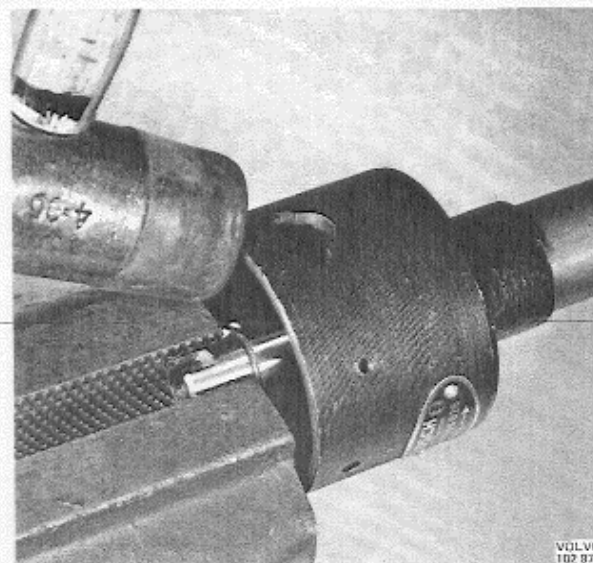

Abb. 3-40 Ausfedern des Sicherungsringes
3. Federn am Fliehkraftversteller abhängen und den Unterbrechernocken im Verhältnis zur Verteilerwelle kennzeichnen. Unterbrechernocken zwischen weichen Backen in einen Schraubstock spannen. Mit einem Schonhammer vorsichtig auf das Verteilergehäuse klopfen (Abb. 3-40) bis der Sicherungsrings ausfedert.